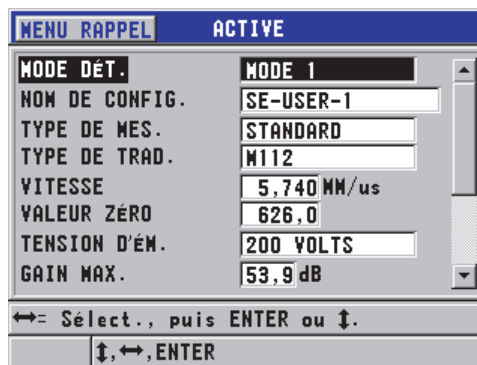

Figure 10-1 Écran **ACTIVE** de la configuration d'une sonde monoélément
5. Dans l'écran **ACTIVE**, faites ce qui suit (voir la Figure 10-1 à la page 188) :